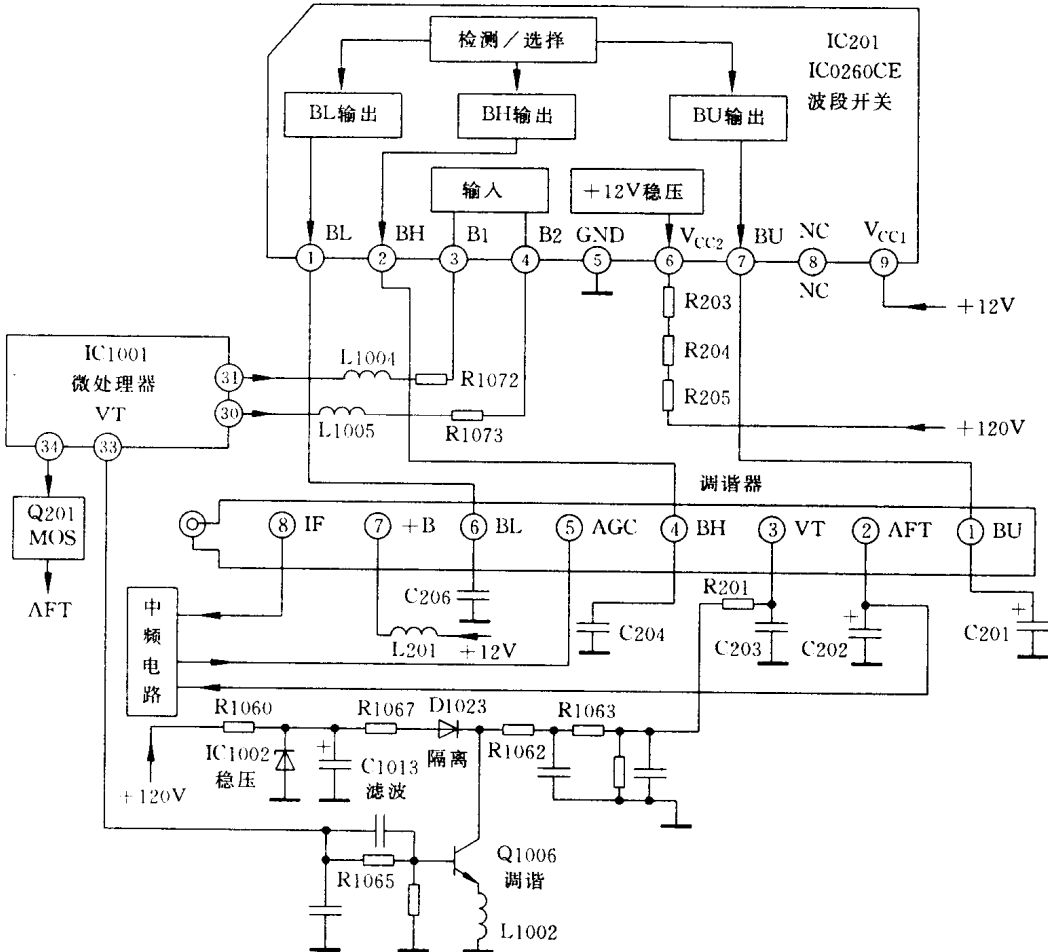

图 1-3 调谐器和波段开关电路
图 1-3 是本机自动搜索调谐和波段开关实际电路,它由 IC201(IC0260CE)等组成。图中,由 IC1001(微处理器)③⑩脚输出波段选择信号,经 R1072、R1073,加到 IC201 波段开关的 ③、④脚,由 IC201 的 ①、②、⑦脚输出 BL、BH、BU 三个波段的控制电压去调谐器。微处理器的 ③③脚输出 VT 调谐电压(VT),经 Q1006 放大后从集电极输出经 R1062、R1063 加入到高频调谐器的 VT 端。Q1006 的工作电压由 +120V 经 R1060 降压、IC1002 的 +32V 稳压、C1013 滤波和 D1023 隔离后加入。改变 Q1006 基极电位,可控制其管压降大小从而控制集电极输出电压大小,实现小信号控制大范围电压输出的功能。其中,VT 的变化范围为 0.4V~31.7V。微处理器的 ③④脚为 AFT 检测电压端,并由 Q201(MOS 管)进行控制,由于 MOS 管 Q201 的输入阻抗很高,所以对微小信号变化都能作相应的调整。